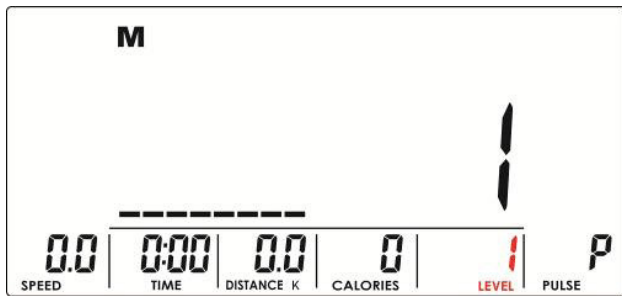

Fig. 4
2. Indstil belastningstrinnet med UP- eller DOWN-knapperne (fig. 4). Standardværdien er 1.